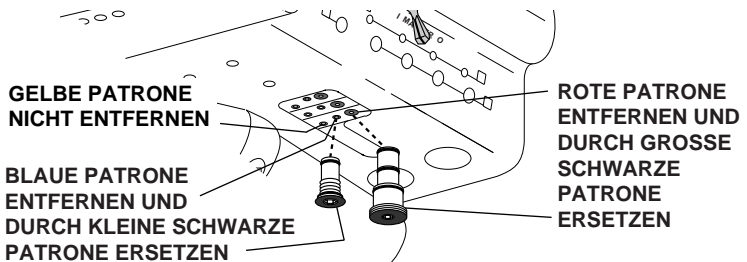

Bild 11. Handstück-Trockenblock-Umbau
3. Entfernen Sie mit einem 2,5-mm-Innensechskantschlüssel die große rote Patrone des Steuerblocks. Setzen Sie die große schwarze Patrone des Trockenblock-Umbausatzes in den Steuerblock ein (siehe Bild 11).